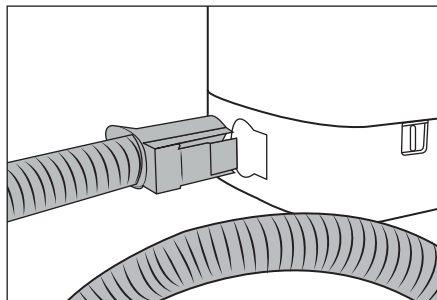

Fig. 2
- ◆ Introduceți furtunul de pulverizare/aspirare 19 în racordul pentru furtunul de pulverizare/aspirare 17 al aparatului până când tasta de deblocare 21 se blochează (a se vedea fig. 2).